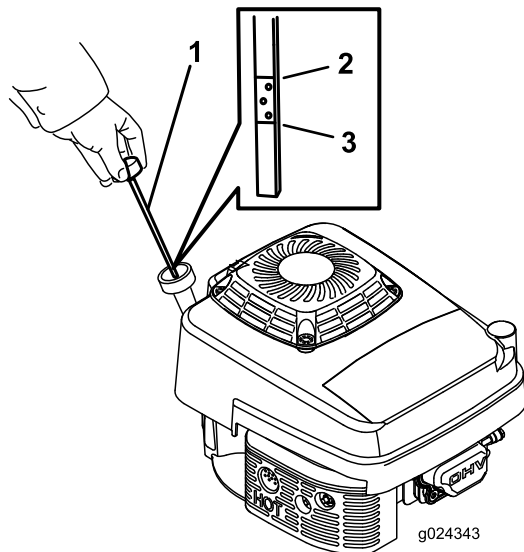

Bild 12
5. Lesen Sie den Ölstand am Peilstab ab. (**Bild 12**)
- Wenn der Ölstand am Peilstab zu niedrig ist (**Bild 12**), füllen Sie langsam etwas waschaktives Öl (SAE 30 oder SAE 10W-30) in den Öleinfüllstutzen, warten Sie drei Minuten und wiederholen Sie dann die Schritte 3 bis 5, bis der Ölstand am Peilstab richtig ist.
- Wenn der Ölstand am Peilstab zu hoch ist (**Bild 12**), lassen Sie Öl ab, bis der Ölstand am Peilstab richtig ist, siehe Wechseln des Motoröls \(Seite 22\).
2. Entfernen Sie den Peilstab, indem Sie den Deckel nach links drehen und herausziehen (**Bild 12**).